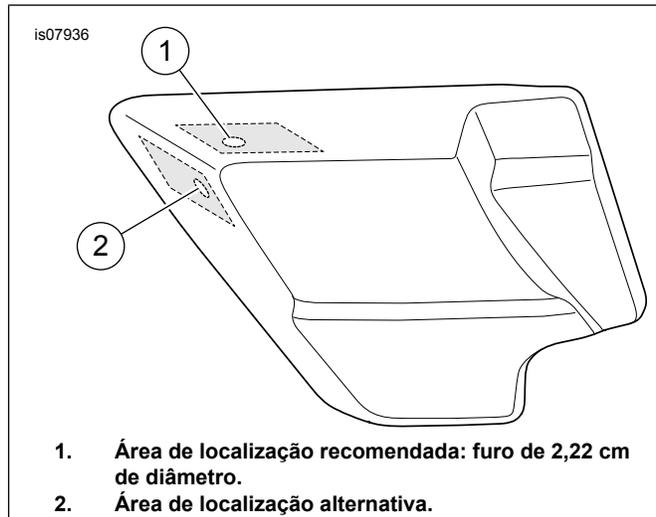

Figura 1. Tampa lateral esquerda
- a. Encontre um local adequado na tampa de qualquer um dos lados para montar a tomada elétrica. Use as áreas de localização anotadas na Figura 1 . Recomendamos a superfície da parte de cima perto do canto dianteiro. Um local alternativo na superfície dianteira/lateral também está anotado na Figura 1 , mas pode não estar disponível em muitos casos devido à distância mínima do escapamento.